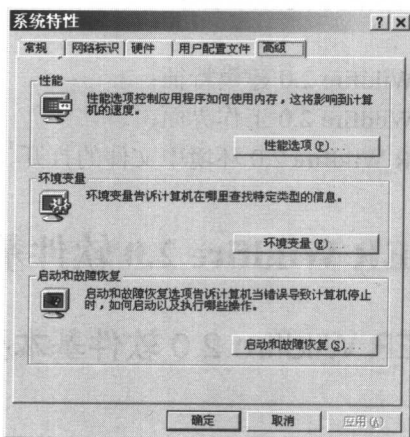

图 1-1 【高级】选项卡
① 在桌面上右击【我的电脑】图标 ，在弹出的快捷菜单中单击【属性】选项，显示【系统特性】对话框，单击【高级】按钮，打开如图 1-1 所示的选项卡。